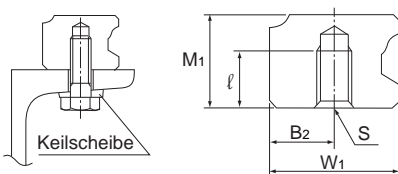

Abb.1
- Wie in Abb.1 dargestellt, sind zur Montage der Führungsschiene an Stahlträgern, Keilscheiben zu verwenden.